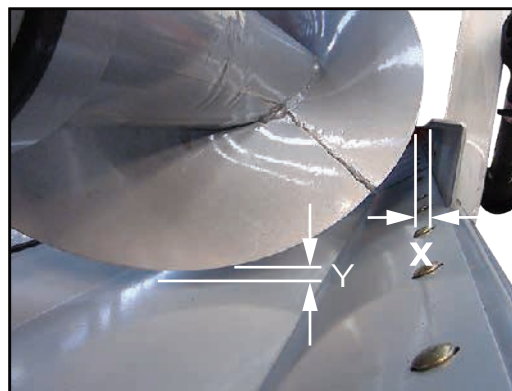

Figura 06
e) A regulagem de altura "Y" deve ser igual nas laterais com a central, figura 06;
f) A regulagem de distância "X" deve ser igual nas laterais com a central, figura 06;